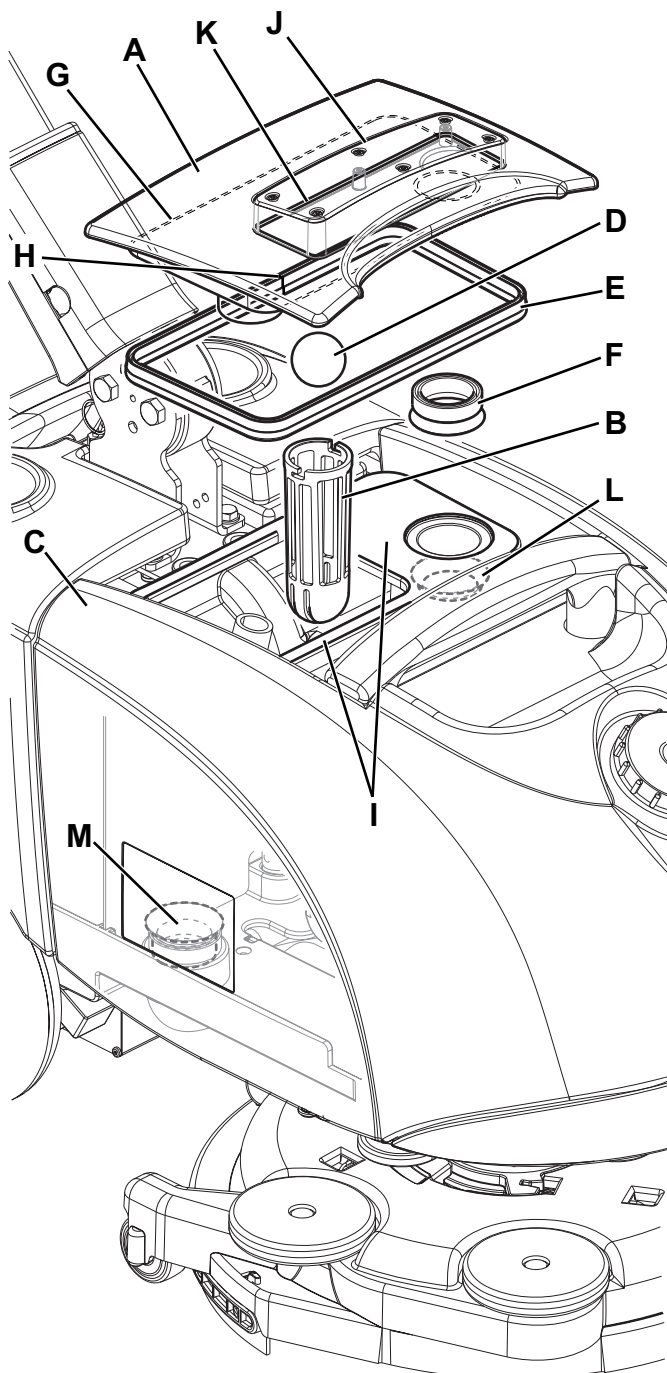

Figure 7
2. Contrôler que la manette (31) du sélecteur de fonctions soit en position «0» et débrancher le connecteur de la batterie (7).
3. Déposer le couvercle (A, Fig. 7), puis nettoyer et laver à l'eau propre le couvercle et la grille d'aspiration (B).
4. Vider l'eau des réservoirs (C) et les nettoyer.
5. Si besoin est, démonter la grille (B) et enlever le flotteur (D), puis nettoyer avec soin et installer à nouveau.
6. Contrôler l'intégrité des joints (E) et (F) du couvercle.